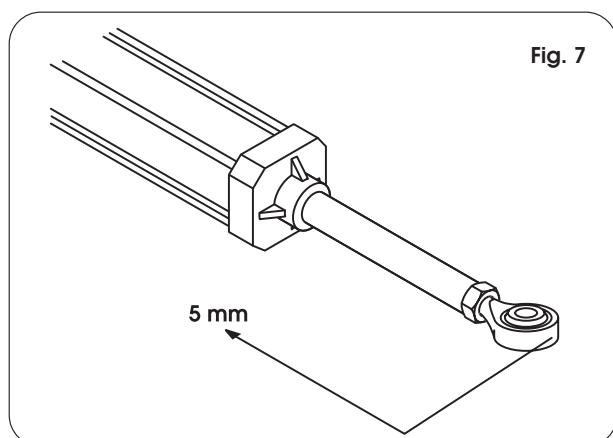

Fig. 7
- 5) Trek de steel zo ver mogelijk uit, en schuif hem daarna ongeveer 5 mm in (Fig. 7).